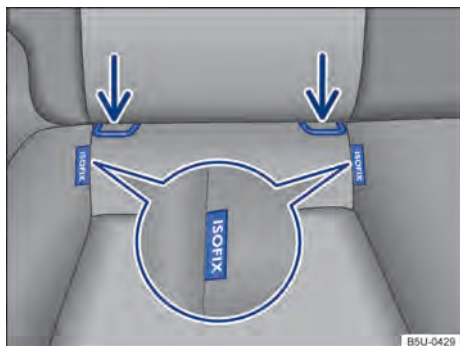

Fig. 36 En el asiento del vehículo: identificación de los puntos de anclaje inferiores de asientos para niños.
Los 2 ojalos de retención para cada asiento para niños con el sistema ISOFIX pueden alcanzarse entre el respaldo y el asiento de la banqueta trasera → fig. 36.
Los 2 ojalos de retención para cada asiento para niños con el sistema ISOFIX pueden alcanzarse a través de las ranuras del tapizado del asiento trasero → fig. 36.
- Alejar lateralmente el cinturón de seguridad y colocar el asiento para niños en los ojales de retención → fig. 36 indicados por las flechas. El asiento para niños debe engancharse de forma segura y audible (clic).
- Colocar el asiento para niños sobre la superficie del asiento, alejar lateralmente el cinturón de seguridad y enganchar los cinturones de seguridad en los ojales de retención → fig. 36, si los cinturones de fijación se proveen junto con el asiento para niños.